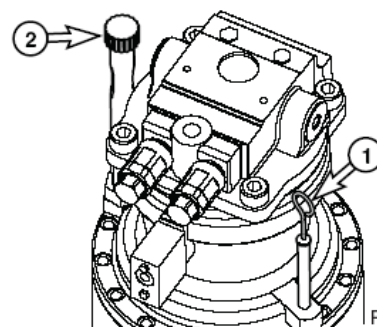

Рис. 83
4. Снять сапун/заливную крышку (2, рис. 83) и добавить масло до отметки "Н" на щупе (1).